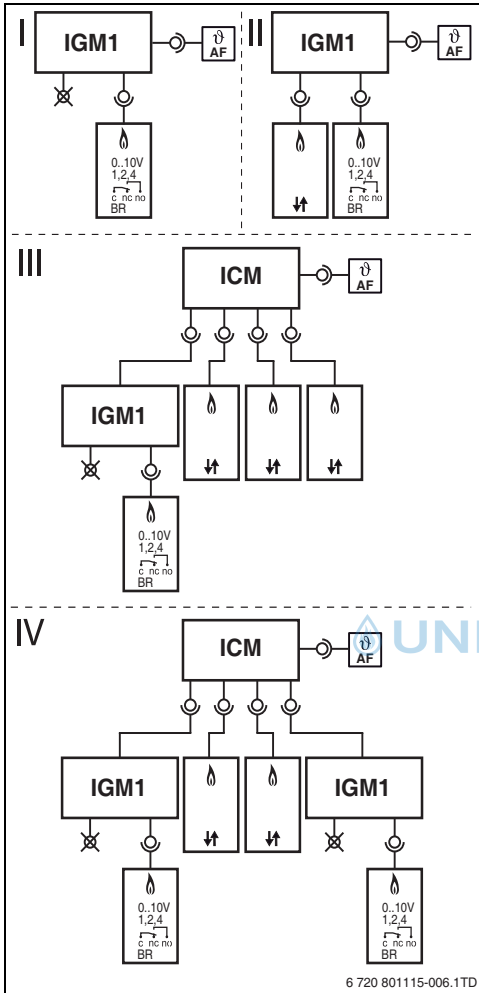

Bild 3 Konfigurationen
Mit dem IGM sind vier grundlegende Konfigurationen zu unterscheiden. Diese bilden die Möglichkeiten des IGMs im System ab. In allen Konfigurationen kann der im Lieferumfang enthaltene Vorlaufsystemtemperaturfühler (VF) als Systemvorlaufsystemtemperaturfühler (VF alternativ als Pfo) verwendet werden, die 4 grundlegenden Konfigurationen werden hier beschrieben (→ Bild. 3):